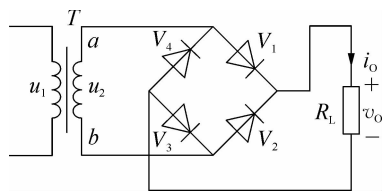

图 1-1-15 桥式整流电路
2. 在桥式整流电路中(图 1-1-15),若要求输出电压为 18 V,负载电流为 2 A,试求: